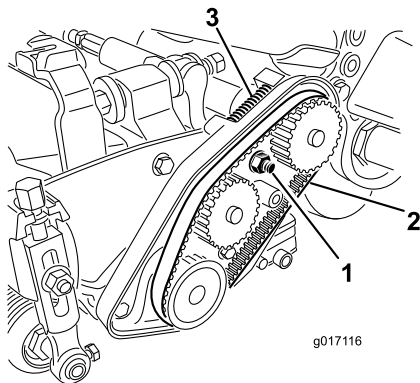

Figure 42
- A. Desserrez l'écrou de fixation du logement de roulement (Figure 42).
- C. Enlevez les débris présents dans le compartiment de la courroie et autour du ressort de compression (Figure 42).